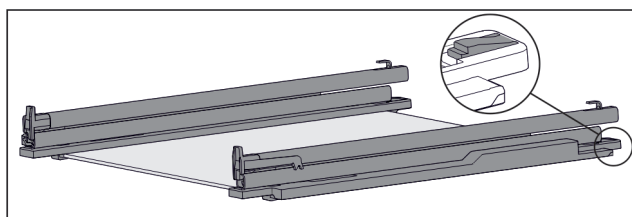

Fig. 107 Tablette en verre avec rails et pièces de retenue
- Pousser l'arrière de la pièce de retenue vers le bas (voir Fig. 107) et pousser dans le même temps le tiroir vers l'arrière.